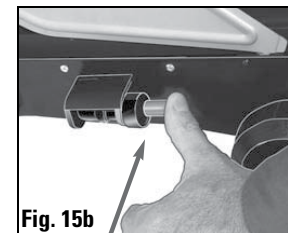

Fig. 15b
- 3) Appuyer plusieurs fois sur le bouton de l'allumeur de façon à ce qu'il émette chaque fois un déclic. (FIG 15B)